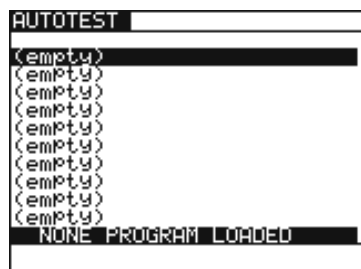

Abb. 45. Hauptmenü der Funktion Autotest
Schritt 3. Stellen Sie den Drehschalter auf **AUTOTEST**. Im Display erscheint die folgende Anzeige (Abb. 45):